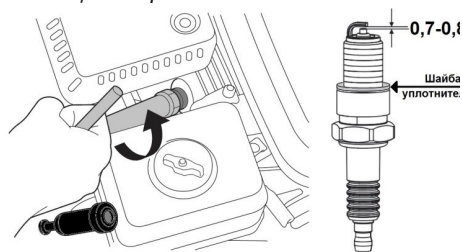

Рис. 29 Обслуживание свечи зажигания
1. Снимите со свечи зажигания колпачок высоковольтного провода и удалите грязь вокруг свечи зажигания (Рис. 29).
4. Измерьте зазор между электродами свечи зажигания специальным щупом. Зазор должен быть 0,7-0,8 мм (Рис. 29). При увеличении, или уменьшении требуемого зазора, рекомендуется заменить свечу, так как регулировка зазора может привести к изменению качества искрообразования.